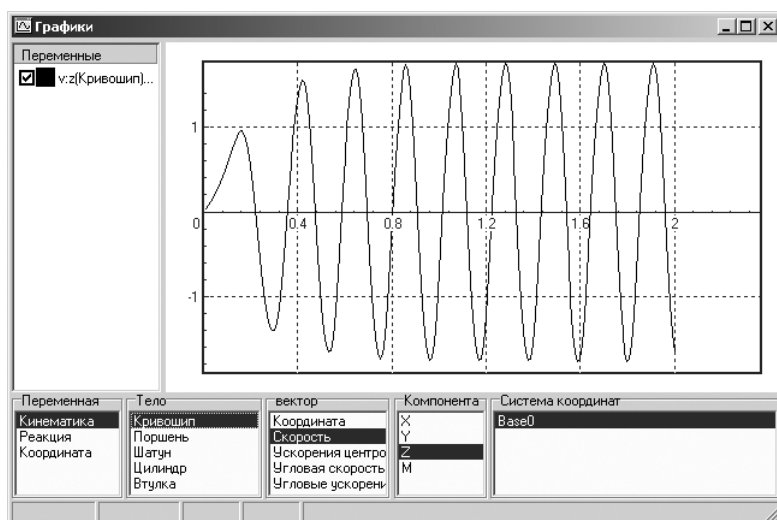

Рис. 2.82. Отдельное графическое окно с результатами моделирования скорости вращения кривошипа
- щелкните в окне **Список окон** по пункту **Графики** для открытия соответствующего отдельного графического окна, см. рис. 2.82.